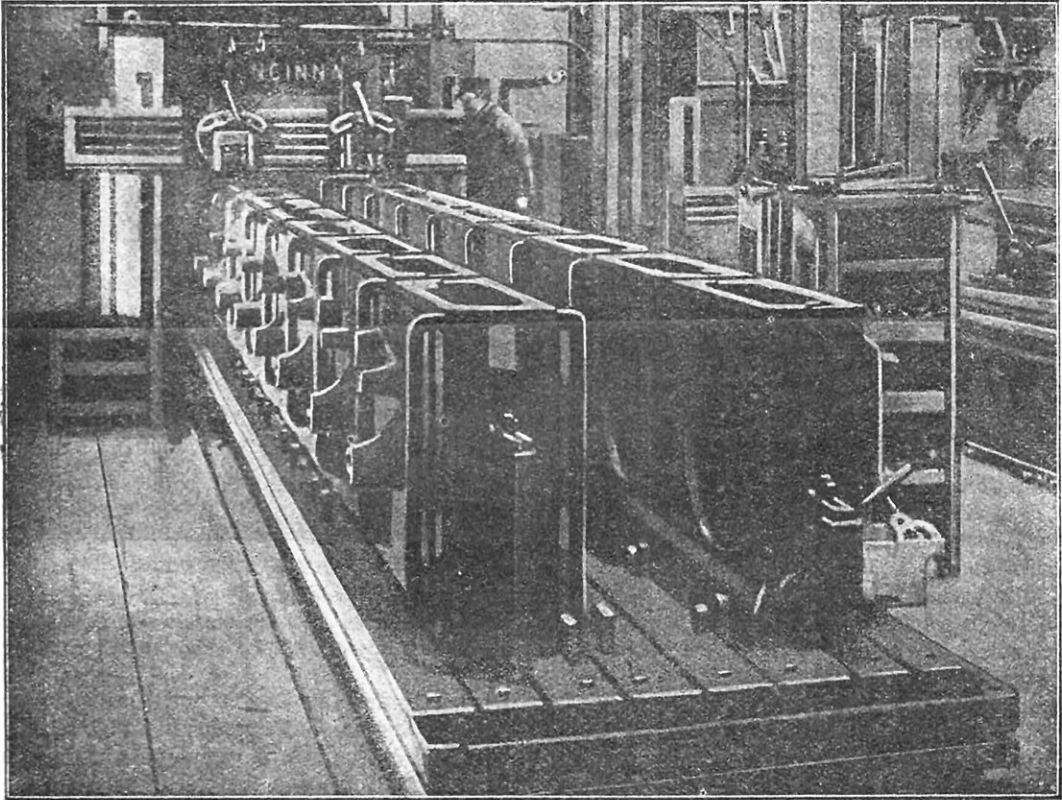

FIG. 14. — RABOTEUSE UTILISÉE DANS LA FABRICATION EN SÉRIE
*série* sont du type courant, mais de préférence à table de grandes dimensions. Les pièces à usiner sont placées sur plusieurs files parallèles ; on monte sur la traverse porte-outils un ou plusieurs outils identiques, en face de chaque file. De cette façon, on exécute chaque opération d'usinage sur un très grand nombre de pièces à la fois (fig. 14).